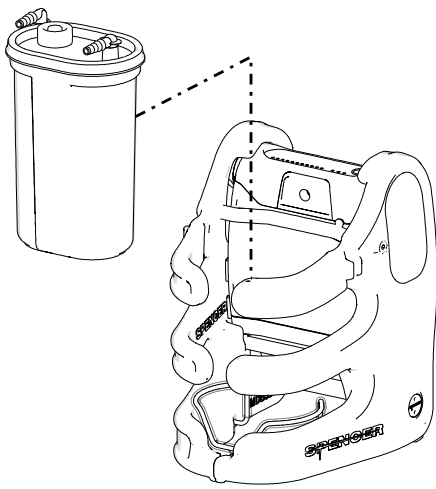

Fig. 12
1. Inserire il vaso nel suo supporto (fig.12); verificare che l'archetto di supporto (n°7 paragrafo 3.2) sia abbassato e correttamente fissato alla scocca dell'aspiratore.